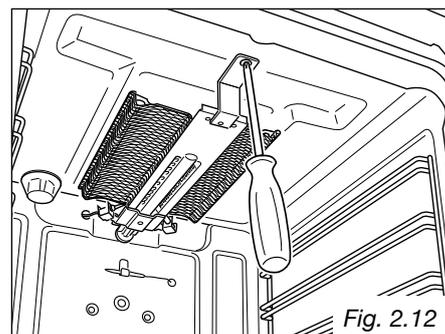

Fig. 2.12
- Enlevez le brûleur en dévissant la vis antérieure (fig. 2.12). Suspendez doucement le brûleur tel qu'indiqué à la figure 2.13. Faites attention de ne pas endommager le fil qui mène à l'électrode d'allumage et à la sonde de la soupape de sécurité.